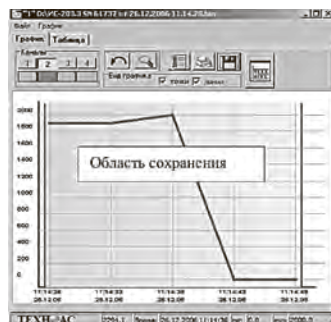

рис.21
- кнопка сохранение - выводит диалоговое окно «сохранение», меняется режим графика (на графике отображается квадрат выделения ограниченный синей и красной линиями), во время сохранения графика невозможно его масштабирование (рис. 21, 22). Окно состоит из двух строк вывода (начало сохранения и конец сохранения) и двух кнопок («сохранить» и «сохранить все данные»).